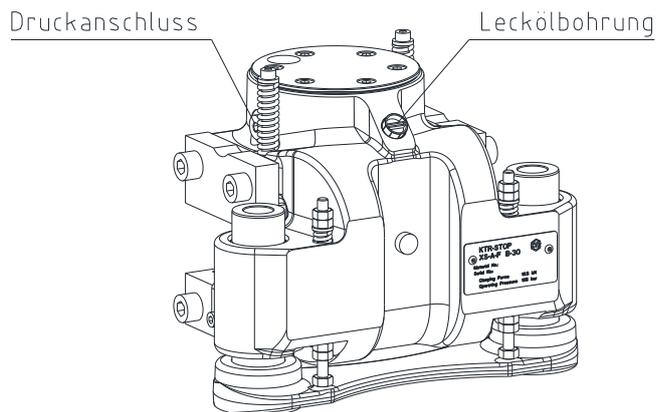

Bild 12: Anschlüsse der Lecköl-/Druckleitungen
- Schließen Sie die Druckölleitung an einen der Druckanschlüsse der Bremse an (siehe Bild 12 und 13), hierfür vorher die Verschlusschraube entfernen.
- Montieren Sie an der Entlüftungsbohrung (siehe Bild 12 und 13) eine Minimes-Kupplung mit einem Minimes-schlauch, hierfür vorher die Verschlusschraube entfernen. Führen Sie das Ende des Minimes-schlauches in einem geeigneten Auffangbehälter ab.
- Schließen Sie die Leckageölleitung an die Bremse an (siehe Bild 12 und 13), hierfür vorher den Verschlussstopfen entfernen.
- Schließen Sie die Leckageölleitung an die Bremse an (siehe Bild 12, 14 und 15), hierfür vorher die Verschlusschraube entfernen.